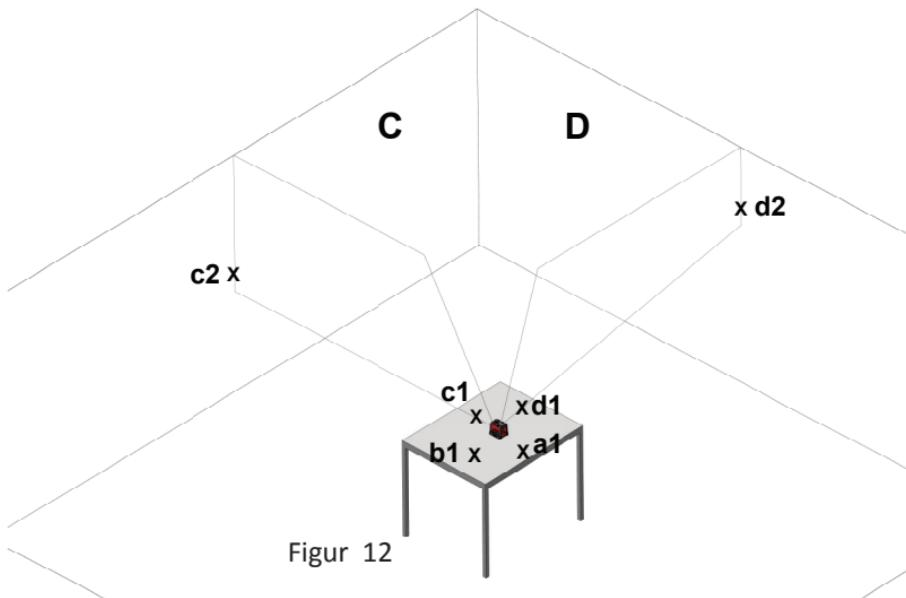

Figur 10
- 4) Markera centrum för den vertikala sidostrålen på två ställen: punkt **b1** på bordet bredvid laserpasset och punkt **b2** på vägg **B** (se figur 10).